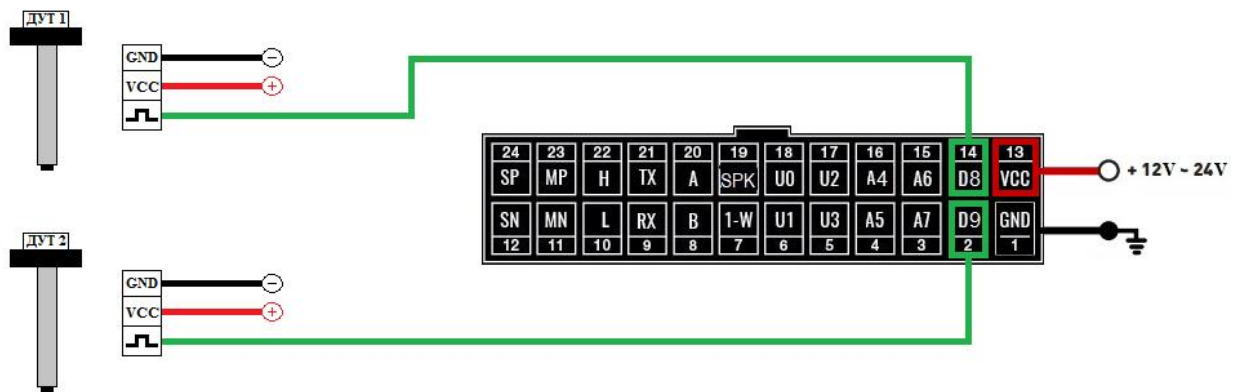

Рисунок 5 – Схема подключения частотных ДУТ
**Режим «частотный»** – могут быть подключены ДУТ с частотным выходом. Одновременно можно подключать до шести частотных датчиков, что позволяет контролировать расход топлива на автомобилях с несколькими топливными баками (рис. 5). В системе Wialon, значения хранятся в параметре freq\_X, где X – номер входа.